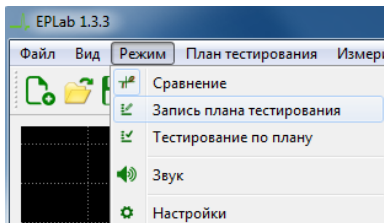

Рисунок 19. Пункт меню "Запись плана тестирования" ПО EPLab.
2. Для начала записи плана тестирования, перейдите в пункт меню "Режим" -> "Запись плана тестирования" (Рисунок 19) или нажмите на иконку  на верхней панели.